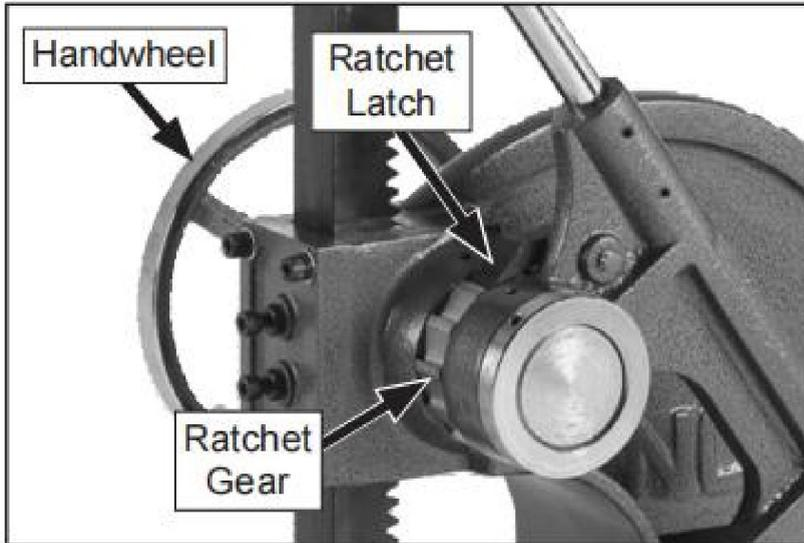

Figure 9. Ratchet latch components.
3. Gebruik de hendel om de ram een paar keer naar beneden te bewegen om de afstelling te controleren en til de ratelgrendel op (zie **afbeelding 9**) en til de ram omhoog met behulp van een handwiel. Als